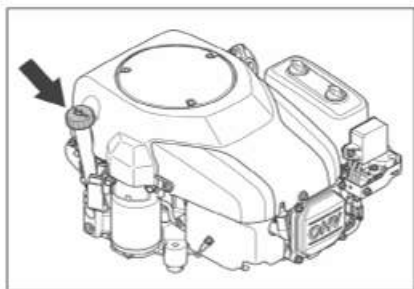
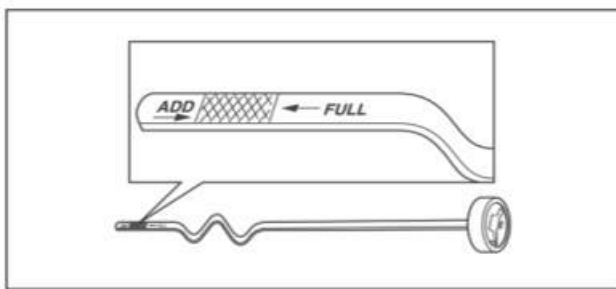

Рис. 23
Рис. 24
Открутите крышку маслоналивной горловины, к которой прикреплен щуп (Рис. 23). Выньте его и протрите чистым, бумажным полотенцем. Долейте в картер двигателя через горловину необходимое количество моторного масла, проверяя, чтобы уровень был между рисками между максимальным (Поз. FULL, Рис. 24) и минимальным (Поз. ADD), вынимая щуп, протирая насухо и устанавливая его обратно на несколько секунд. При достижении требуемого количества, вставьте щуп и закрутите крышку маслоналивной горловины.
Чтобы прекратить кошение и остановить двигатель, отключите вращение ножей режущей деки (Рис. 23) и поверните ключ зажигания в положение (O). Рис. 34.